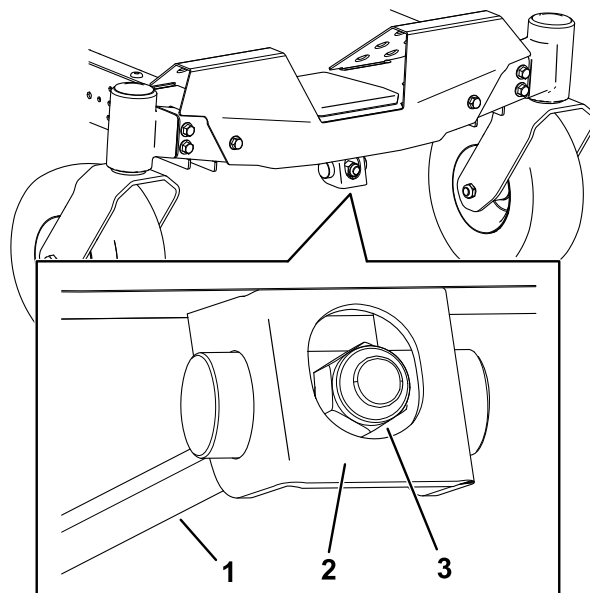

Figura 73
1. Gire la tuerca de ajuste en la parte delantera del cortacésped (**Figura 73**).